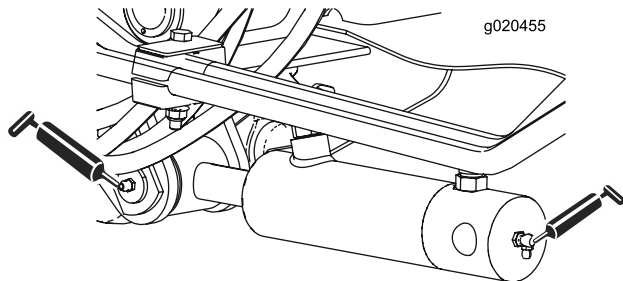

Figura 47
- Casquillos de los cilindros de los brazos de elevación (2 en cada lado) (Figura 47)